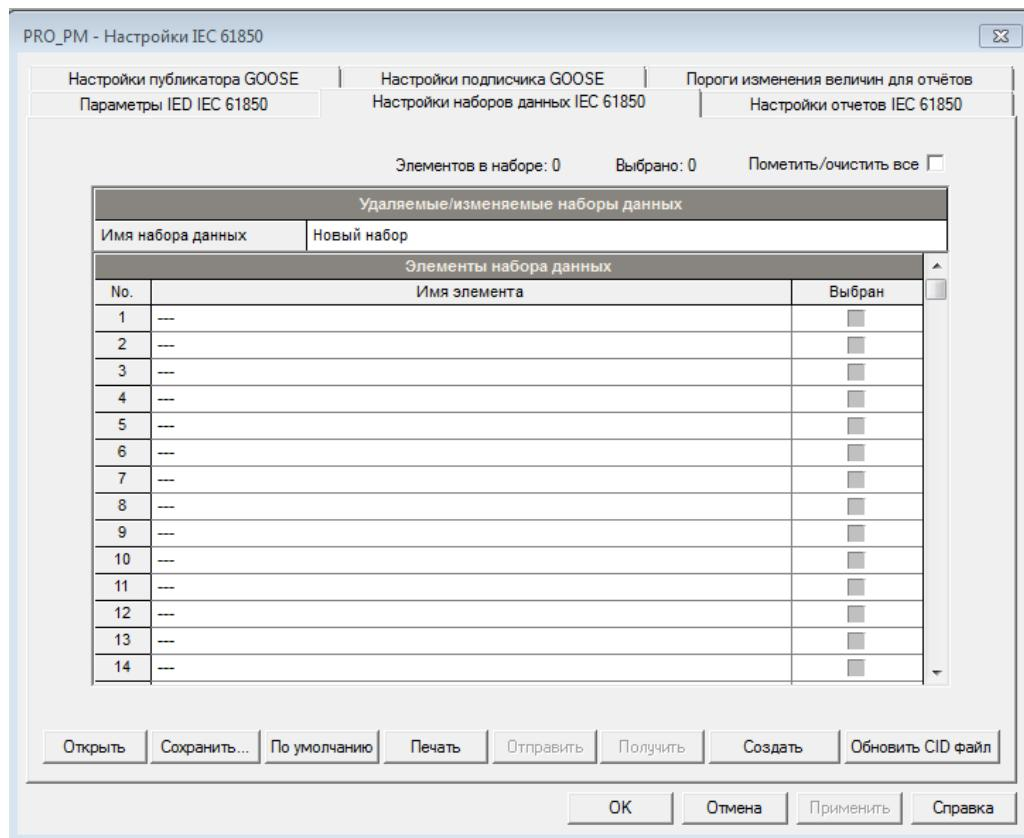

Рисунок 120 – Настройки наборов данных МЭК 61850
1. Выберите на панели меню ПО PAS «Настройки» – «Настройки IEC 61850», в открывшемся окне выберете вкладку «Настройки наборов данных IEC 61850» (рисунок 120).